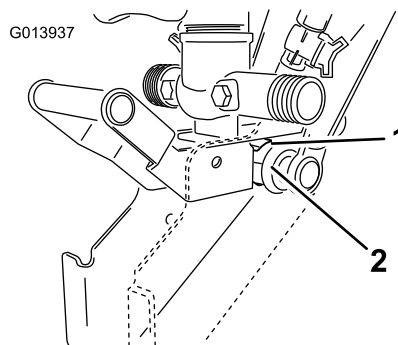

Рисунок 19
- Нажмите, чтобы хомут защелкнулся на поворотном корпусе, как показано на Рисунок 19.